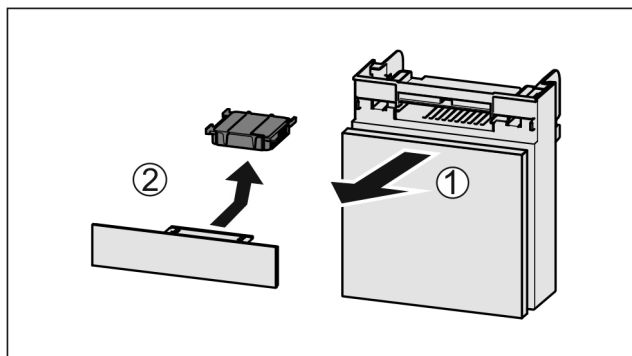

Fig. 168
- Vedä lokero etukautta pois Fig. 168 (1).
- Poista aktiivihiilisuodatin Fig. 168 (2).